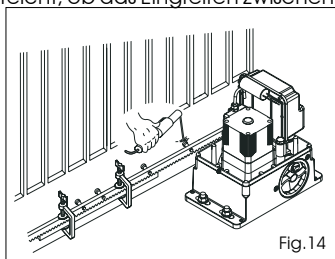

Fig.14
- 5) Ein weiteres Element der Zahnstange an das vorherige Element anlegen, um die Verzahnung der beiden Elemente in Phase zu bringen. Dabei wird ein Stück der Zahnstange, wie in Abb. 14 gezeigt, verwendet.